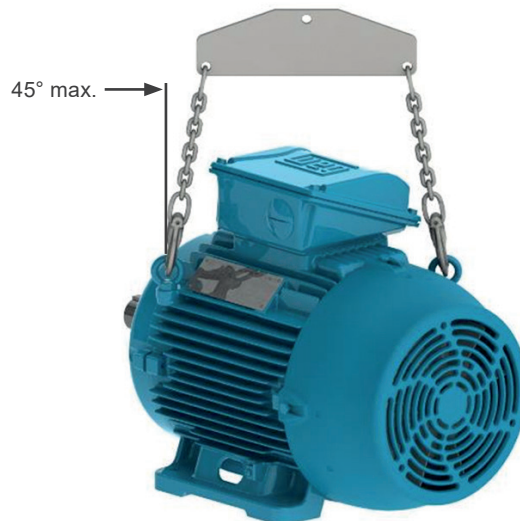

Figura 4.4: Angolo risultante massimo per motori con due o più golfari di sollevamento
- Per i motori con golfari di sollevamento verticali, come illustrato nella Figura 4.4 a pagina 4-3, l'angolo di sollevamento massimo consentito non deve superare i 45° rispetto all'asse verticale. Si consiglia di utilizzare una trave di sollevamento per mantenere gli elementi di sollevamento (catena o fune) in posizione verticale ed evitare così danni alla superficie del motore.